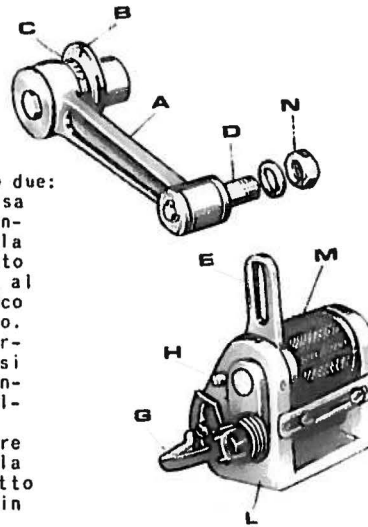

fig. 18
1) Regolazione alimentazione (anteriore)(fig.18)